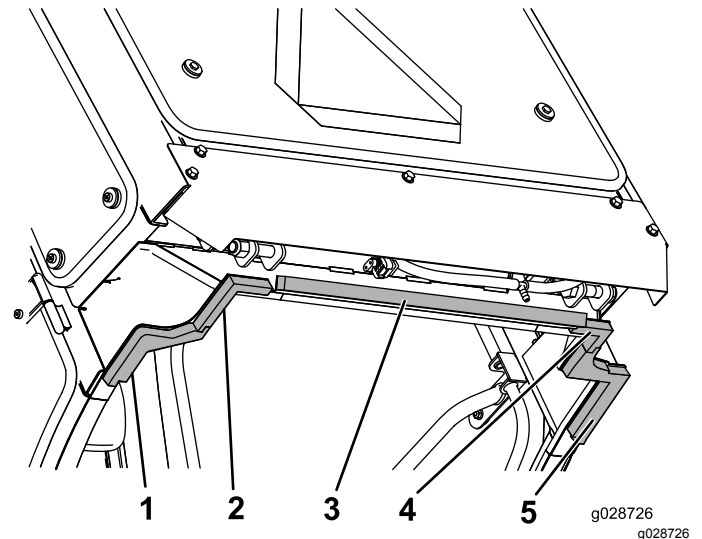

Figura 61
1. Aplique a esponja traseira no separador angulado na traseira da cabina, como se mostra na Figura 61.
2. Instale o vedante de esponja traseiro direito e traseiro esquerdo nos cantos interiores da extremidade inferior traseira da estrutura da cabina, conforme se mostra na Figura 61.
3. Alinhe as extremidades mais interiores dos vedantes de esponja intermédios esquerdo e direito com os vedantes de esponja traseiros direito e esquerdo e ligue as abas (Figura 61).